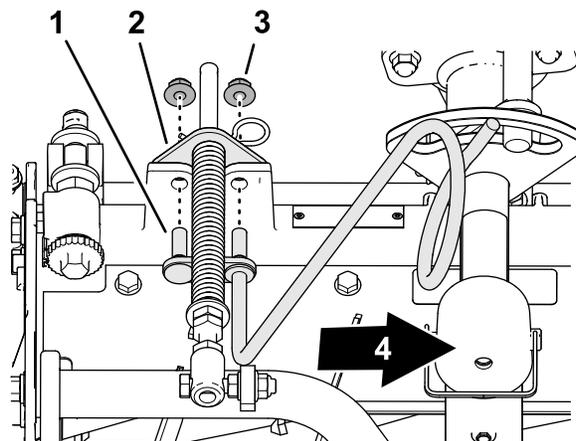

Рисунок 15
3. Совместите шпильки правой направляющей шланга с отверстиями в раме режущего блока и кронштейне компенсатора состояния грунта (Рисунок 15).